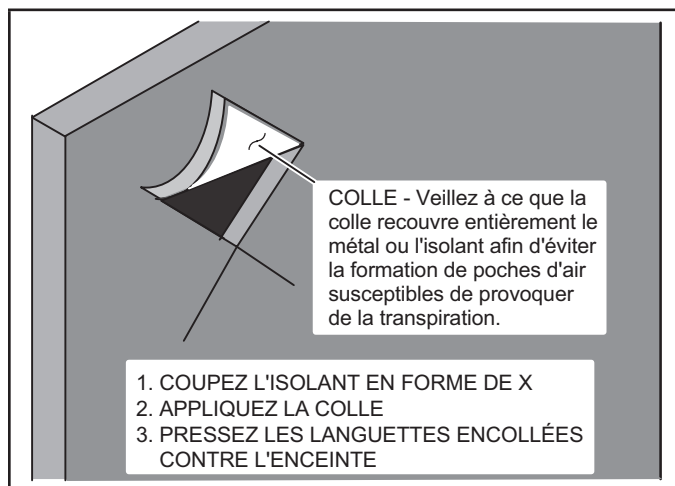

FIGURE 17. Réparation de l'isolation
- 4 - Raccordez les conduites d'aspiration et de liquide au serpentín de l'évaporateur. Veillez à protéger l'enceinte et les composants internes comme illustré à la figure 17.